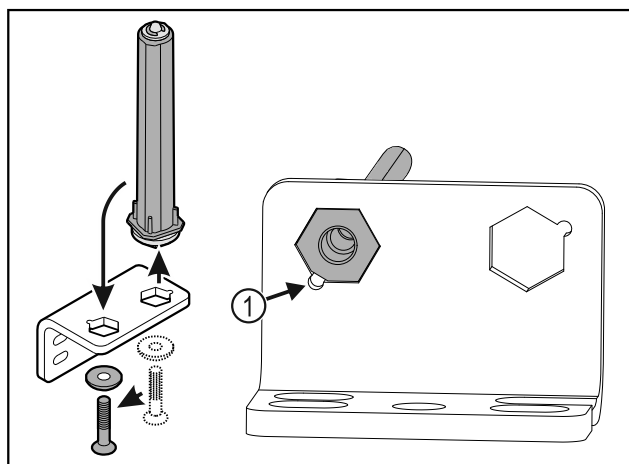

Fig. 31
- ▶ Se till att bultens fasning Fig. 31 (1) är vänd mot det runda hålet vid isättningen.